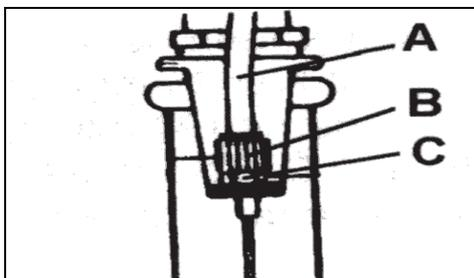

Fig. 6
**Réglage de précision** : Libérez le contre-écrou (Fig. 6 C) et dévissez l'écrou cranté assez loin pour réduire le jeu superflu. Resserrez-le contre-écrou.